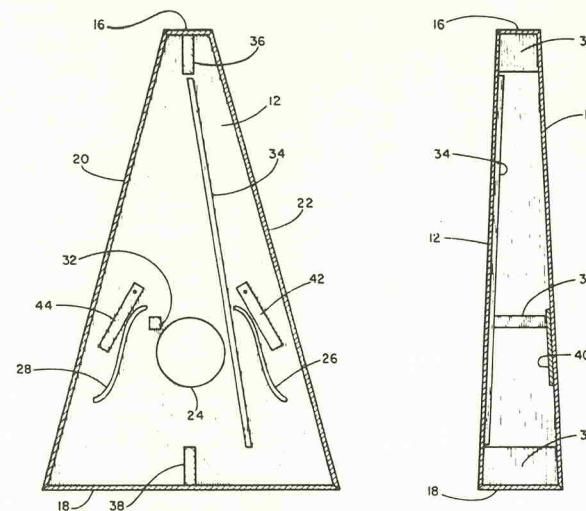

Bild 6. Bei diesem Lautsprechergehäuse muß wohl ein Geigenbauer Pate gestanden haben.
**N**atürlich ist eine der von wundergläubigen Magiern immer wieder gesuchten Lösungen, die Nachbildung eines Musikinstrumentes. Lautsprechergehäusen wird die nachgebildete Form von Harfen, Glocken, Kesselpauken, Orgeln und Baßgeigen gegeben, wie in Bild 6 zu sehen.